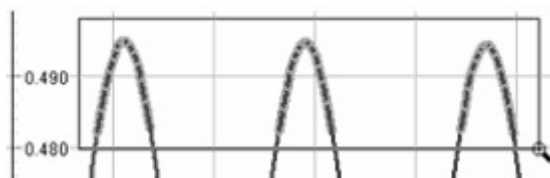

Figura 6 Tres máximos sucesivos en el movimiento periódico del oscilador
11. Presione el botón de *agrandar* para los primeros tres máximos de las curvas. Ver la figura 6